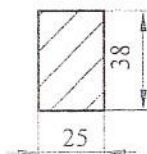

Рис.1
6.4 Выполнить отверстия в удобном для водителя месте для установки переключателей управления ЭСП (см. рис.1).